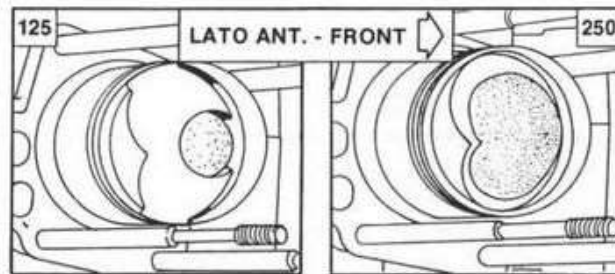

Fig. 65
**NOTA** - I pistoni hanno un **verso di montaggio**. Essi devono essere montati come chiaramente indicato in **Fig. 65**.